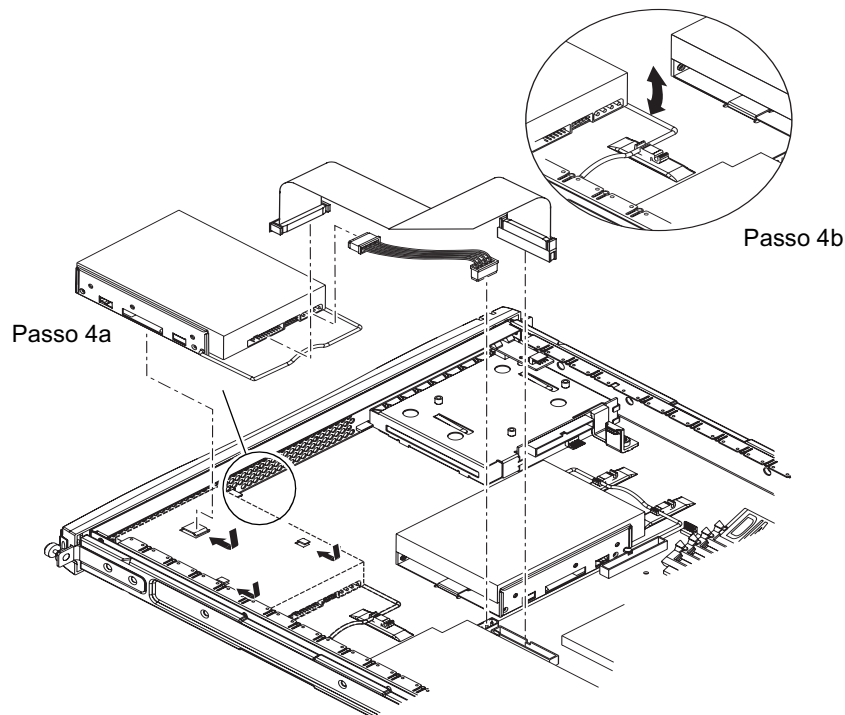

FIGURA 8-8 Installazione di un'unità disco rigido
4. Inserire e allineare la nuova unità disco rigido (vedere FIGURA 8-8).
5. Collegare i cavi dei dati e dell'alimentazione (vedere FIGURA 8-8).